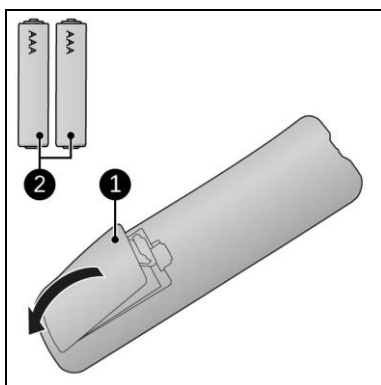

Figura 17
1. Scoateți capacul (Figura 17, poz. 1).
3. Introduceți două baterii (AAA 1,5 V) (Figura 17, poz. 2) așa cum este indicat în compartimentul pentru baterii. Asigurați-vă că introduceți bateriile în mod corect.